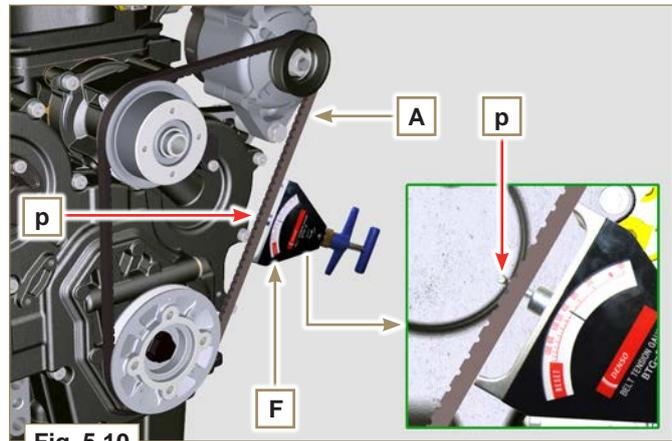

Fig. 5.10
- 5 - Verificare che nel punto **p** il valore di tensione sia compreso tra **70 e 75 Hz** per cinghia di spessore 9 mm e **80 e 85 Hz** per cinghia di spessore 17 mm (**Fig. 5.10**) (**H**) con apposito strumento.